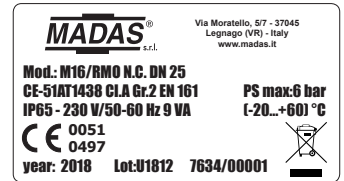

fig. 1
4.0 - REARME MANUAL (vea las fig.1 y 2)
fig. 1 e 2
fig. 1 and 2
fig. 1 et 2
fig. 1 y 2